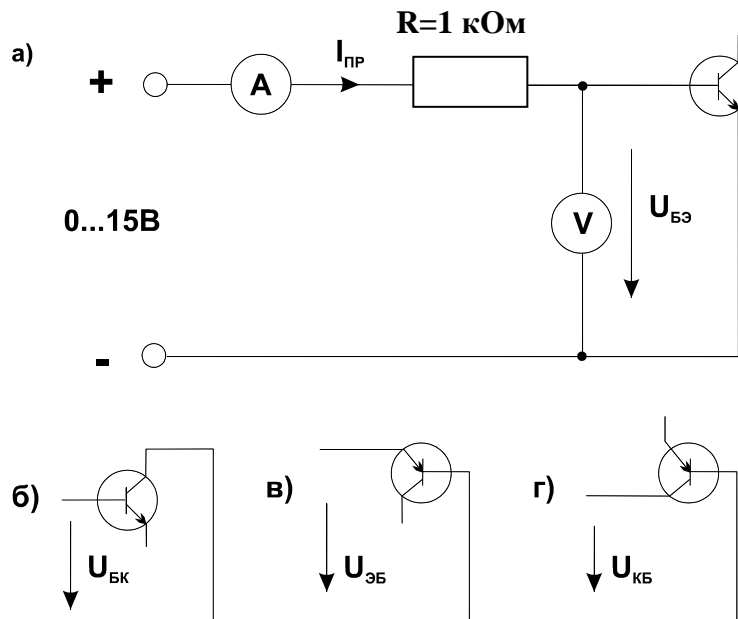

Рис. 4.1.2
- Соберите цепь согласно схеме (рис. 4.1.2а).
- Измените схему в соответствии сначала с рис. 4.1.2б, затем 4.1.2в и 4.1.2г и повторите все измерения.
- Прделайте этот с остальными **p-n** переходами согласно схеме на рис. 4.1.2 при обратной полярности источника питания.